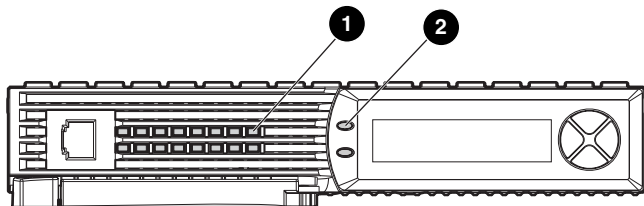

Abbildung 1: LED-Anzeigen des Controllers
- Überprüfen Sie die Fehler-LED des Controllers (Abbildung 1, ②). Wenn die LED leuchtet, liegt möglicherweise ein Fehler vor. Überprüfen Sie, ob auf dem LCD-Display eine der in Tabelle 1 aufgeführten Fehlermeldungen angezeigt wird.
- Überprüfen Sie die LED-Anzeige im Ruhezustand des Controllers (Abbildung 1, ①). Wenn die LED nicht oder ständig leuchtet (nicht blinkt), zeigt sie einen Fehler an.
1. Drücken Sie auf die Verriegelung, und drehen Sie den Verriegelungshebel nach außen ①.
2. Ziehen Sie den Controller gerade aus dem Gehäuse heraus ②.
- Überprüfen Sie die LED-Anzeige im Ruhezustand des Controllers (Abbildung 1, ❶), um sicherzustellen, dass die LED leuchtet oder blinkt.
- Überprüfen Sie die Fehler-LED des Controllers (Abbildung 1, ❷), um sicherzustellen, dass die LED nicht leuchtet. Nicht gelesene Fehlerprotokollmeldungen können bewirken, dass die LED noch leuchtet. Stellen Sie sicher, dass alle beantworteten Fehlermeldungen gelöscht werden.